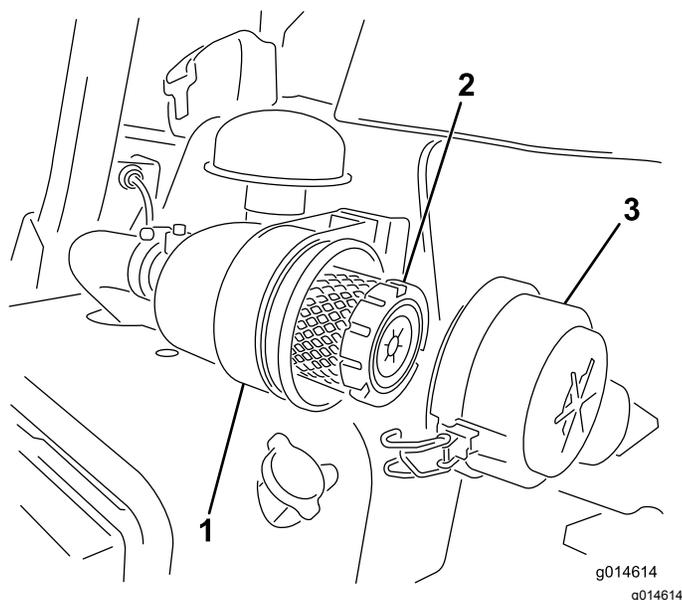

图29
1. 松开将空气滤清器盖固定到空气滤清器壳体上的搭扣图29。
7. 固定搭扣 (图29)。